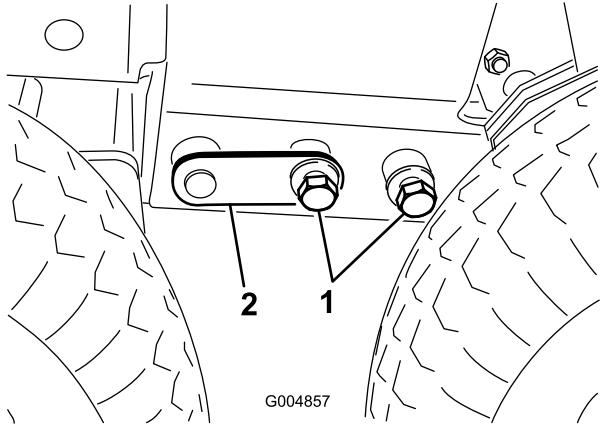

Bild 78
26. Nehmen Sie die zwei Schrauben (3/4") ab, mit denen der vordere Rahmen vor dem Antriebsreifen an jeder Seite des Rahmens am Hinterrahmen befestigt ist (Bild 78).